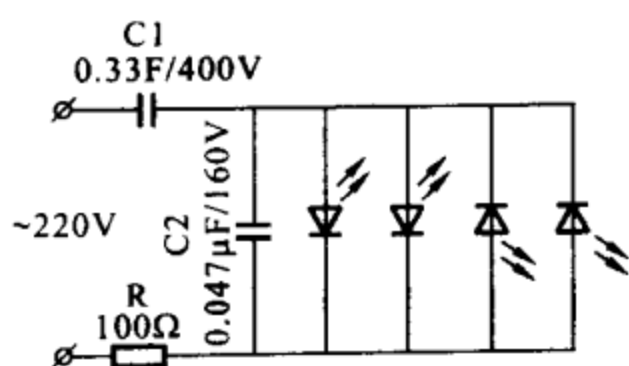

图 3-43 改进后的信号灯原理图
改进后的信号灯原理图如图 3-43 所示，①将原来串联的发光二极管改为并联，这样可使发光二极管承受的冲击电流将近减少为原来的一半，而亮度基本不受影响；②增加一个旁路电容 C2，使 C1 产生的浪涌电流大部分被 C2 抑制掉，从而减小对元件的冲击；③将限流电阻 R 的功率增加至 1W、100Ω。改进后的信号灯电路可广泛应用于自动机床、自动生产线及需要显示频繁通断的场合，且损坏率大大降低。